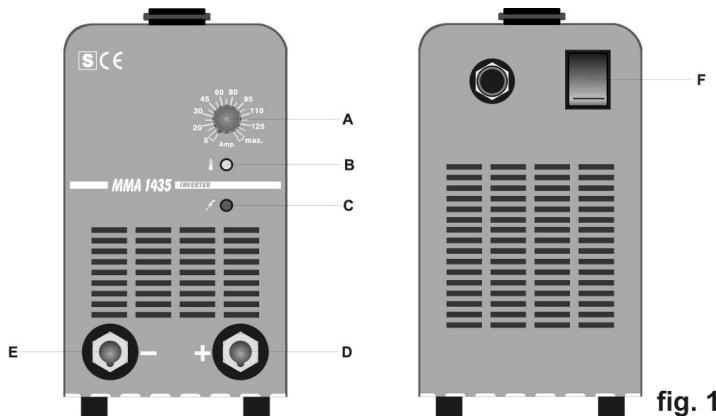

fig. 1
Si elles se déclenchent (allumage du voyant jaune (B fig. 1), il faut attendre quelques minutes pour obtenir le rétablissement de l'appareil.
- S'assurer que l'interrupteur F (fig. 1) soit sur la position O ou que la fiche du câble d'alimentation ne soit pas insérée dans la prise de courant; relier ensuite les câbles de soudage en respectant la polarité demandée par le constructeur d'électrodes que vous utiliserez.
- Mettre l'appareil sous tension à l'aide de l'interrupteur F (fig. 1).